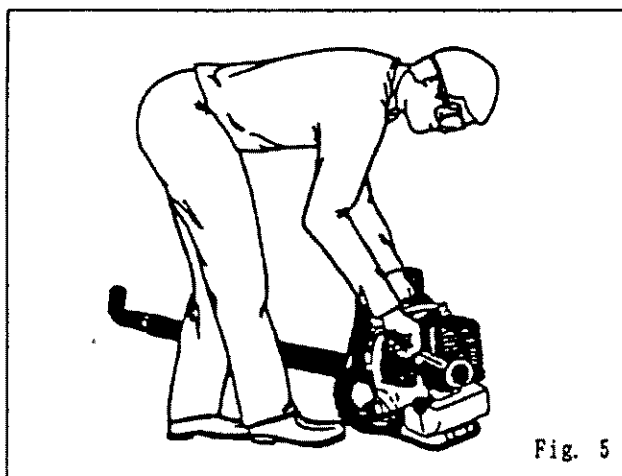

Fig. 5
A. STARTING THE ENGINE (Fig. 5)
5. Give the starter a rapid and vigorous pull until the engine fires. (Fig. 5)
A. DEMARRAGE DU MOTEUR (Fig. 5)
5. Tirer la corde du démarreur avec force. (Fig. 5)